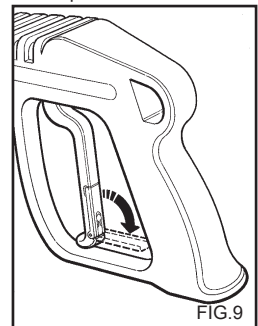

FIG.9
- Quando l' idropulitrice non viene utilizzata chiudere il dispositivo di sicurezza dell' impugnatura (fig. 9).